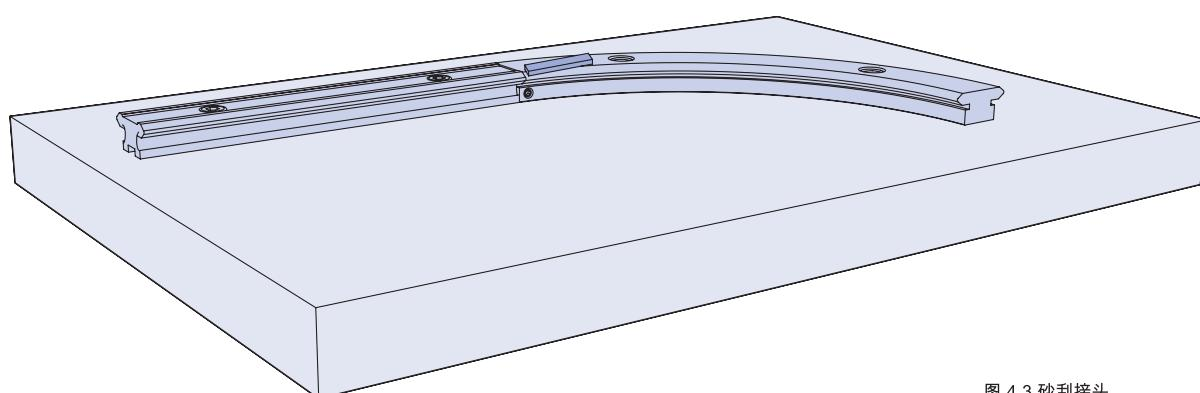

图 4.3 砂刮接头
4.3 就位后，可能需要润滑的油石轻微砂一下（图 4.3）。这样可去除少量材料，在轨道和节段之间生成一个协调的接合面。然后可使用承载滑座测试接头，以确认是否获得所需的质量。